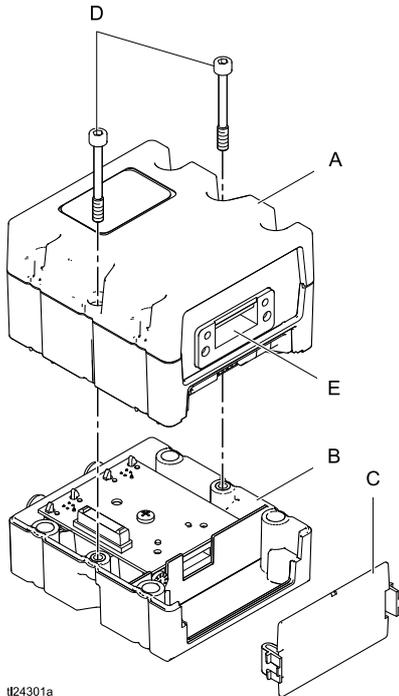

Figure 2 CGM, Zugangsabdeckung und Sockel
2. Zugangsabdeckung (C) abnehmen. Die zwei Schrauben (D) und das CGM (A) vom Sockel (B) abnehmen. Siehe Abb. 2